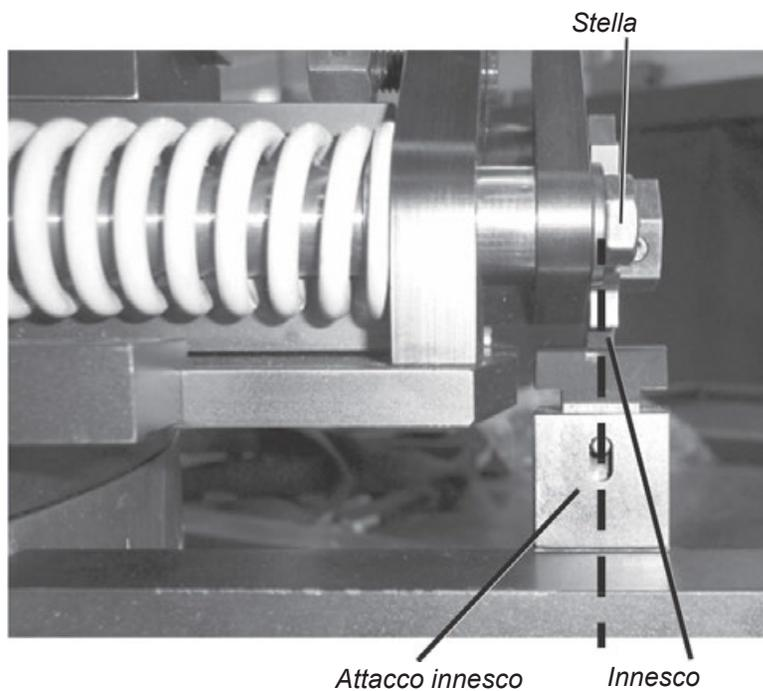

Figura 3-8. L'attacco innesco deve essere posizionato in modo che i punti di contatto della stella colpiscano il centro dell'innesco.
- 17.** Posizionare l'attacco innesco in modo che la stella colpisca il centro dell'innesco, come mostrato nella Figura 3-8. Serrare la vite di regolazione della posizione.